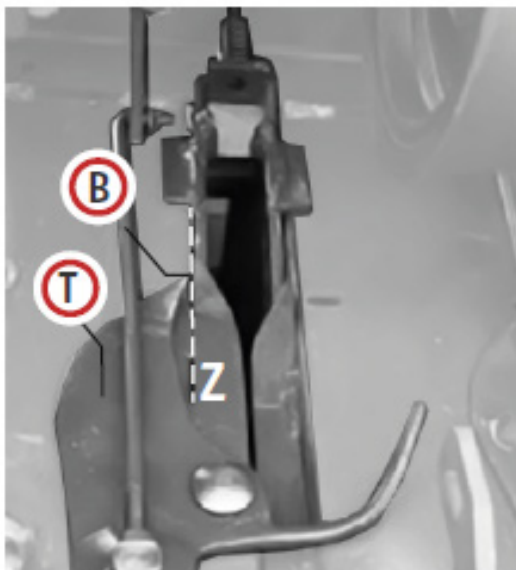

Fig.23
El equipo alimentador de alambre está en reposo cuando su extremo (B) (Fig. 23) está junto al borde lateral de la abertura (vea la línea discontinua Z).